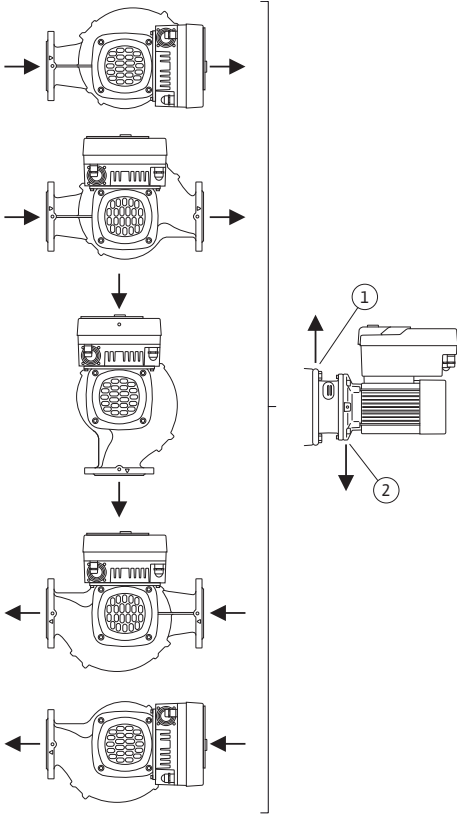

Fig. 19: Yatay mil ile izin verilen montaj konumları
- Yatay motor milinde kondens suyu deliğinin aşağıya doğru olması gerekir (Fig. 19, Poz. 2). Gerekirse motor döndürülmelidir.